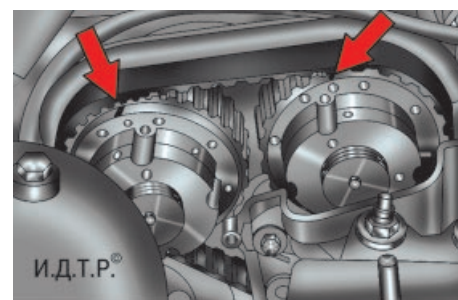

Рис. 5.18. Установочные метки на механизмах VCT
9. Проверните коленчатый вал двигателя за болт крепления его шкива настолько, чтобы метки на механизмах VCT (изменения фаз газораспределения) распределительных валов установились так же, как показано на рис. 5.18 («на 11 ч»).
22. Включите нейтральную передачу в коробке передач, проверните коленчатый вал на два оборота и остановите его в таком положении, при котором метки на корпусах механизмов VCT займут положение, показанное на рис. 5.18.